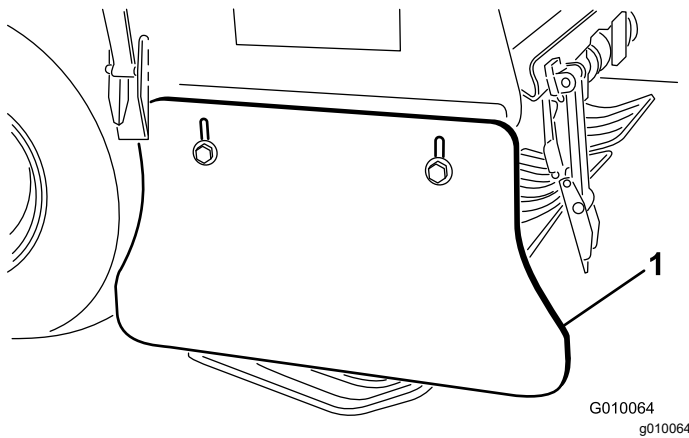

Figura 66
- Afloje los pernos y tuercas que sujetan el protector lateral al bastidor (Figura 66).